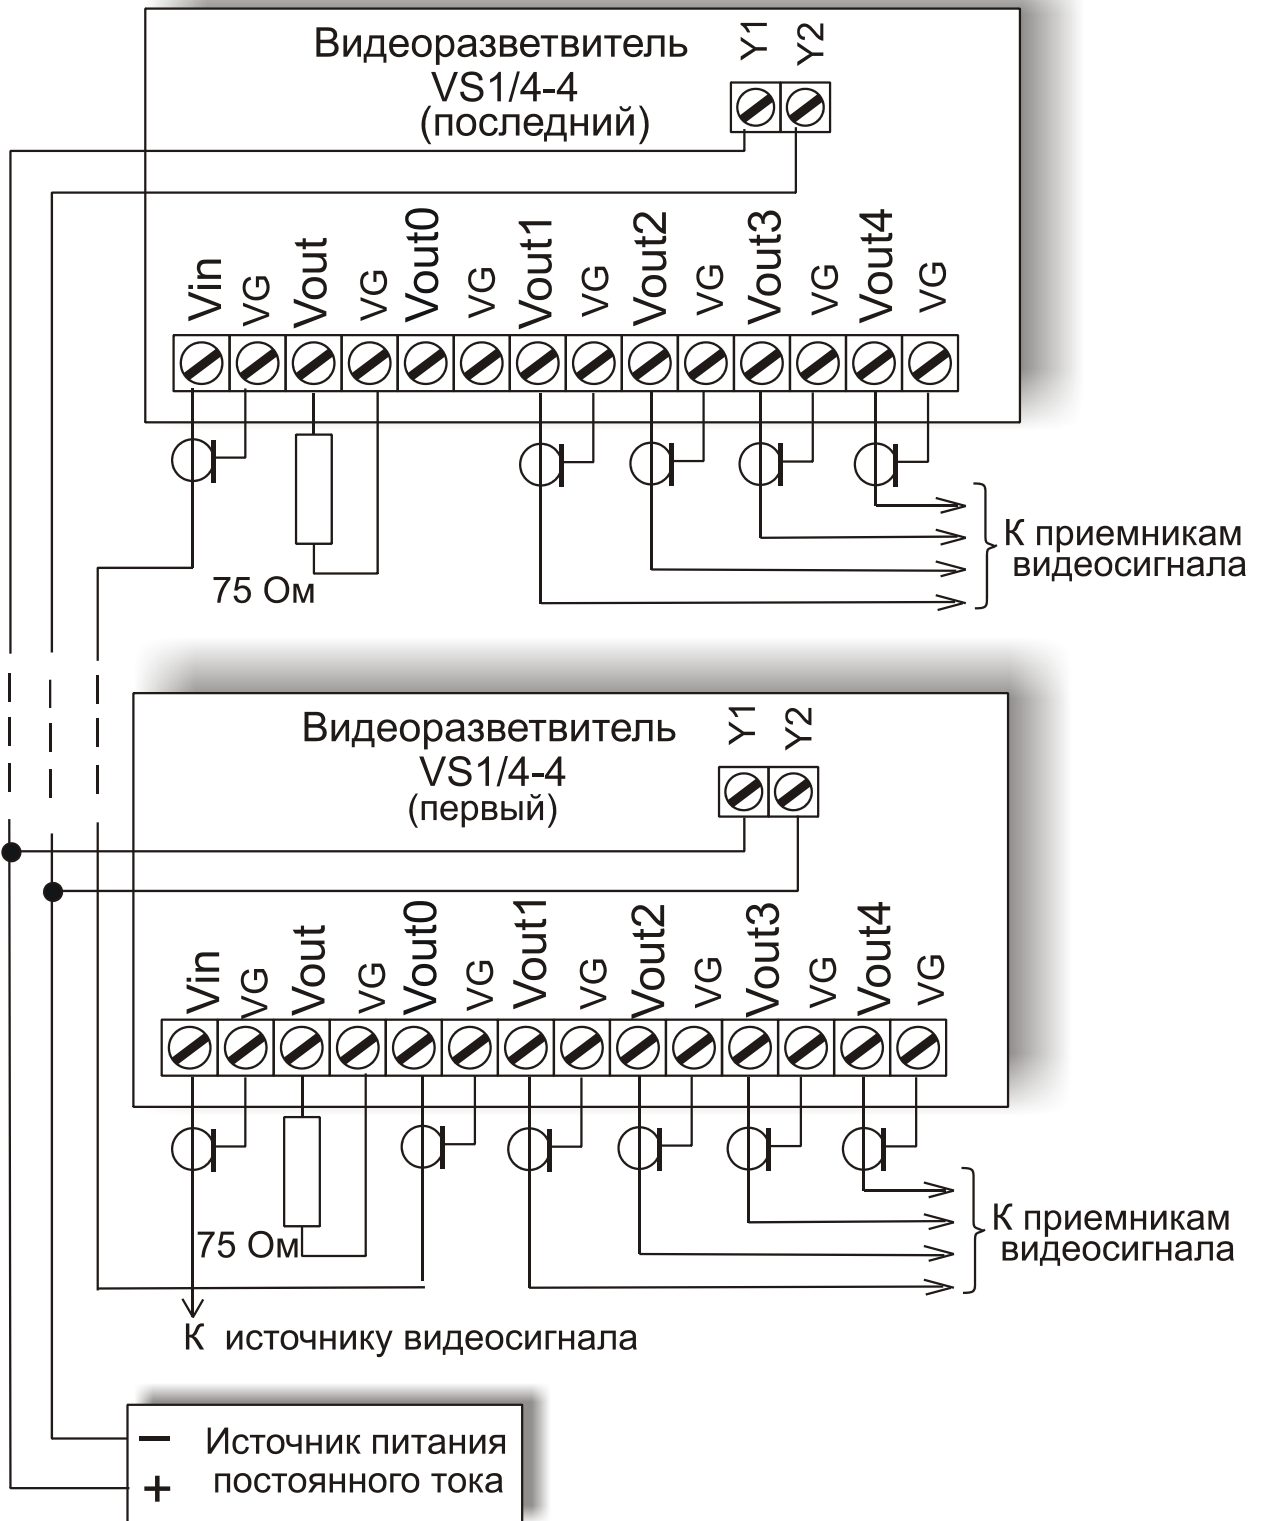
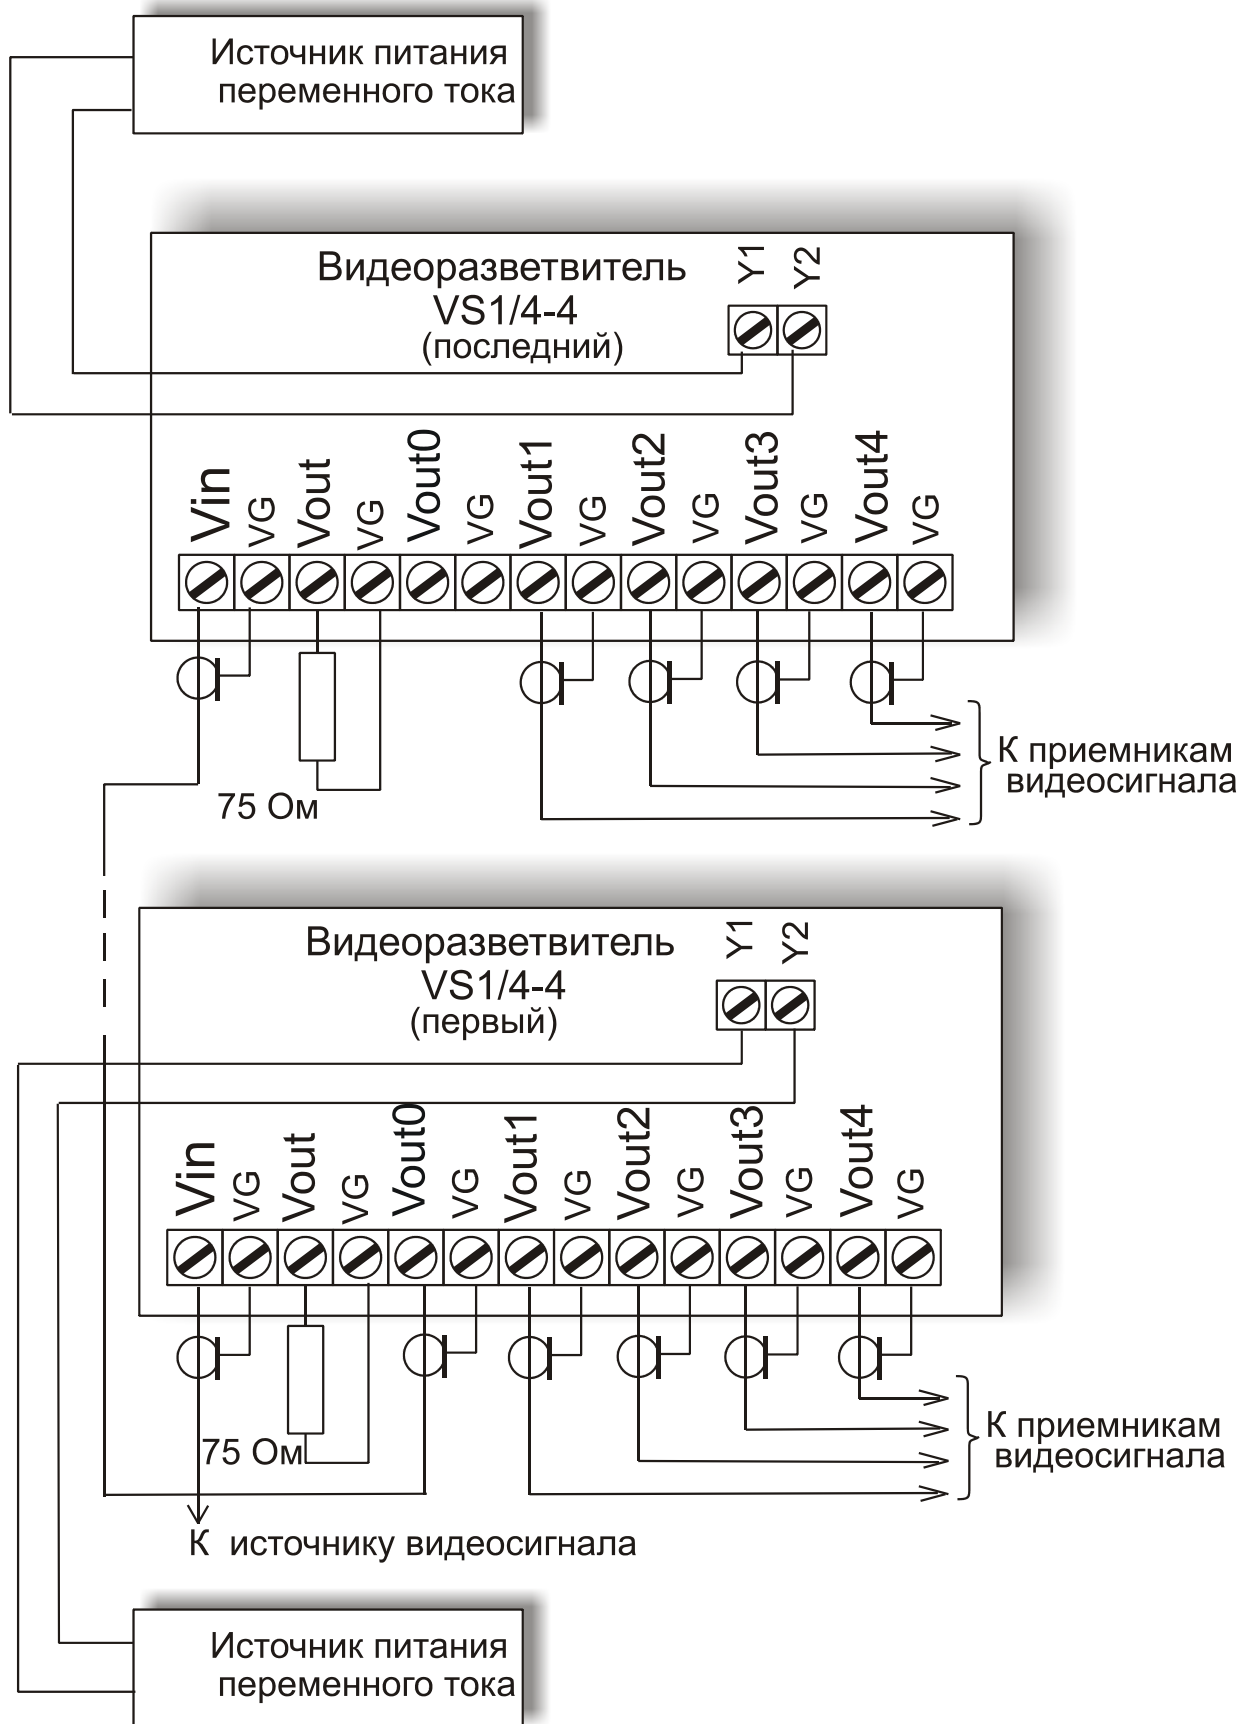
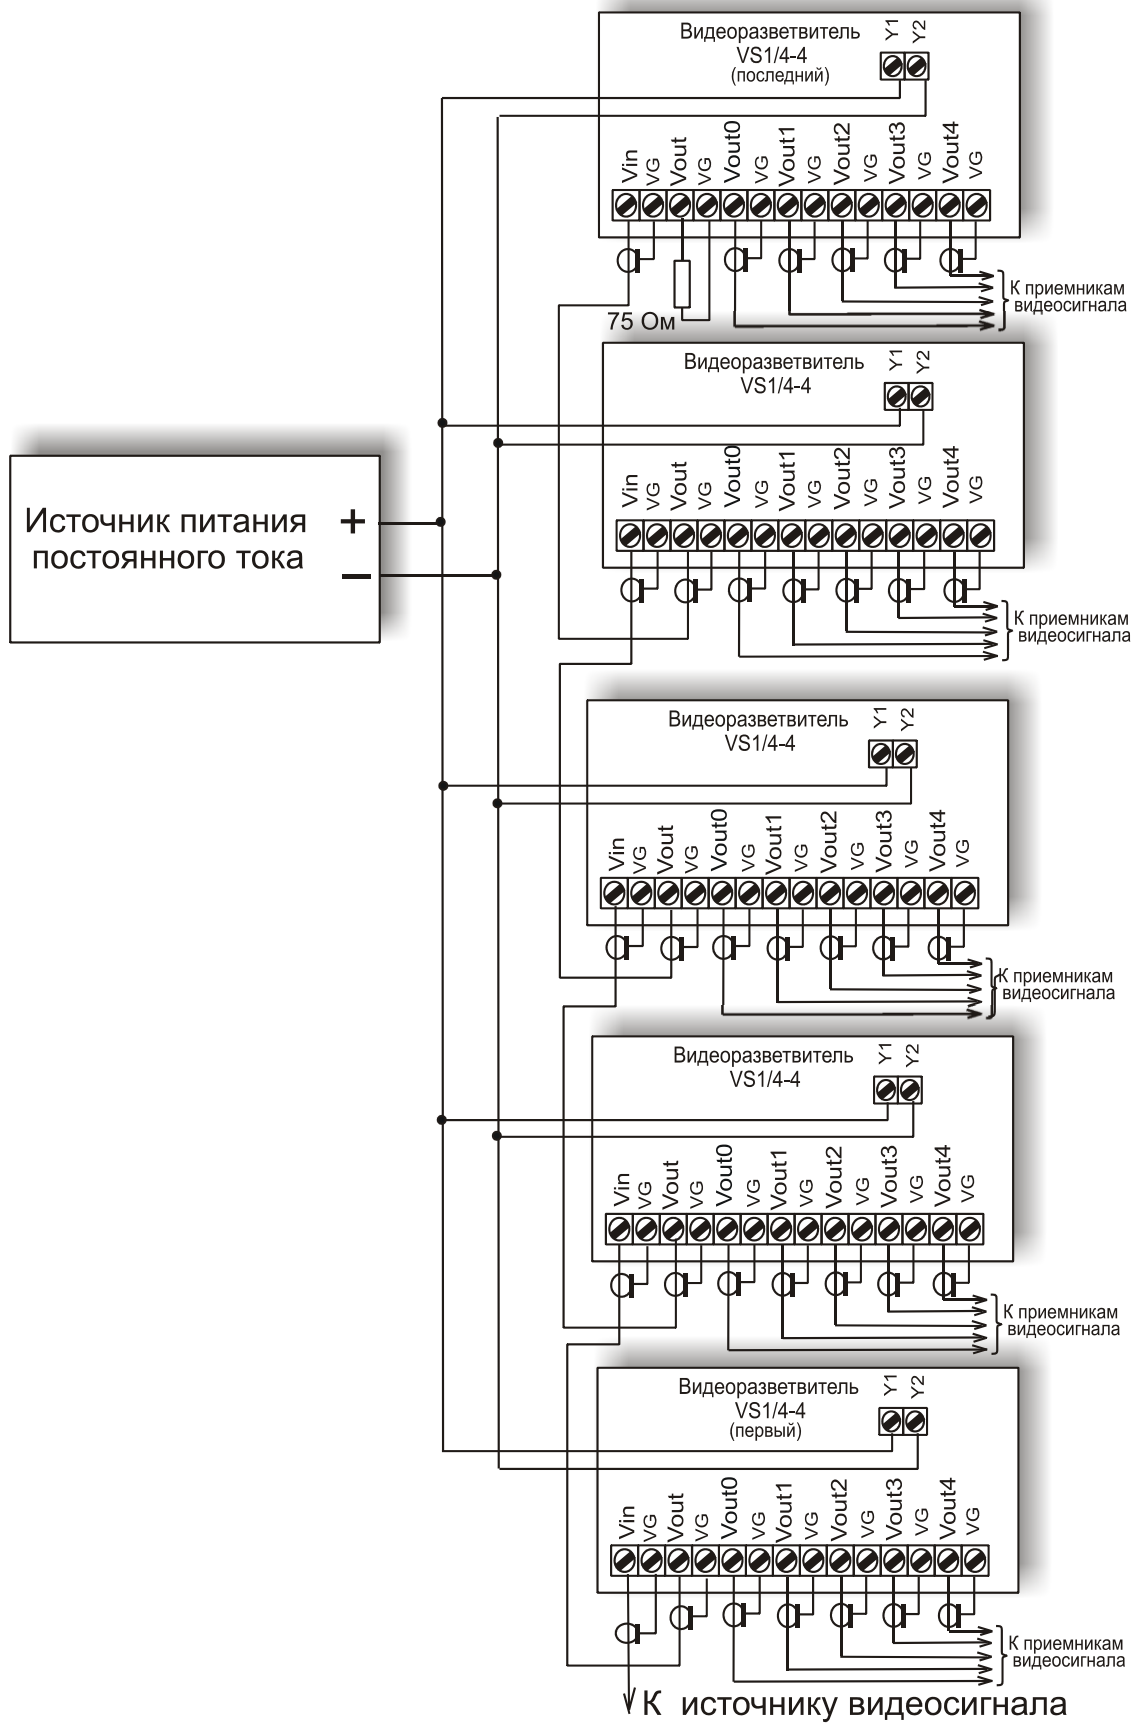

Рис.3 Монтажная схема последовательного подключения при питании видеоразветвителей от общего источника постоянного тока
Рис.4 Монтажная схема последовательного подключения при питании видеоразветвителей от источников переменного тока
Рис.5 Монтажная схема параллельного подключения видеоразветвителей при их питании от общего источника постоянного тока.
6.2.6 Видеоразветвители и блок (блоки) питания соединяются согласно приведенным монтажным схемам (рис.3, рис.4, рис.5).